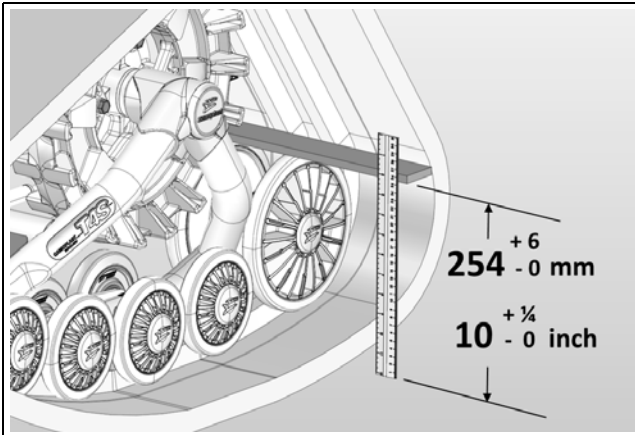

Abbildung 2
- Legen Sie ein Flacheisen auf die hinteren Räder des vorderen Raupenkettensystems und messen Sie den Abstand vom Boden zum Flacheisen, wie auf der Abbildung 2 dargestellt wird.